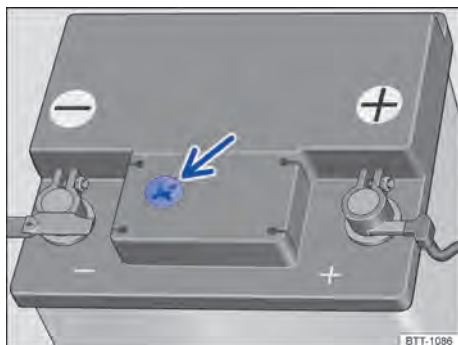

Fig. 211 No compartimento do motor: exemplo de posição do visor no lado superior da bateria do veículo.
- O visor redondo → **Fig. 211** na parte superior da bateria do veículo muda de cor conforme o nível do eletrólito.